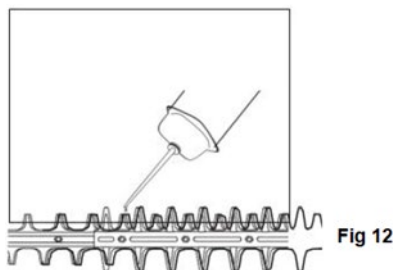

Fig 12
- Deixe a máquina trabalhar um pouco para distribuir o óleo uniformemente pela superfície do pente (Fig. 12).